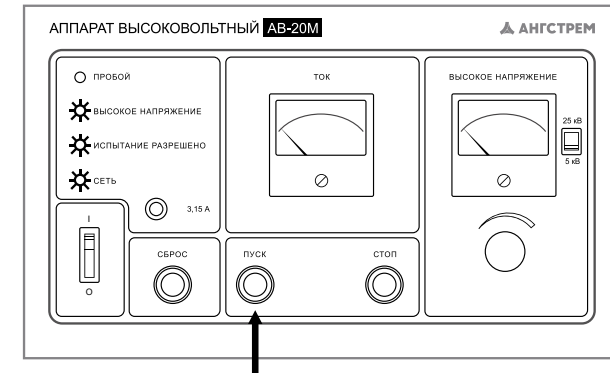

Рисунок 5
7.3 Нажмите кнопку «ПУСК» (рисунок 5). При этом падающий замыкатель должен отойти от высоковольтного вывода установки и должна включиться индикация «ВЫСОКОЕ НАПРЯЖЕНИЕ».